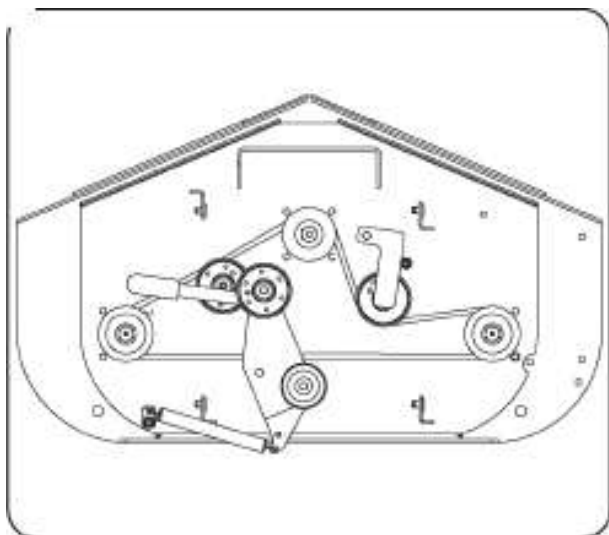

Figure 7-5
5. Inversez le processus pour installer la courroie. Consultez la Fig. 7-5 pour l'acheminement correct de la courroie.